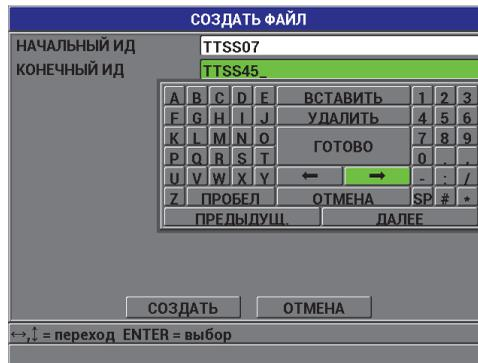

Рис. 7-4 Выбор диапазона ИД для последовательного типа файла
6. На второй странице экрана **СОЗДАТЬ ФАЙЛ** (см. Рис. 7-4 на стр. 128) введите значения **НАЧАЛЬНОГО ИД**а и **КОНЕЧНОГО ИД**а.